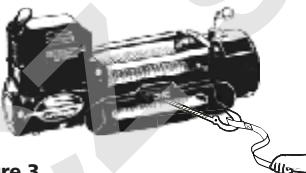

Figure 3
8. TENEZ-VOUS ÉLOIGNÉ DU TREUIL, DU CÂBLE MÉTALLIQUE ET DU CROCHET TENDUS LORSQUE VOUS UTILISEZ LE TREUIL. Ne placez jamais vos doigts dans le crochet. Si votre doigt restait coincé, il pourrait être arraché. UTILISEZ TOUJOURS LES PROTÉGEMAINS pour guider le câble métallique lors de l'enroulement ou du déroulement (voir Figure 3).